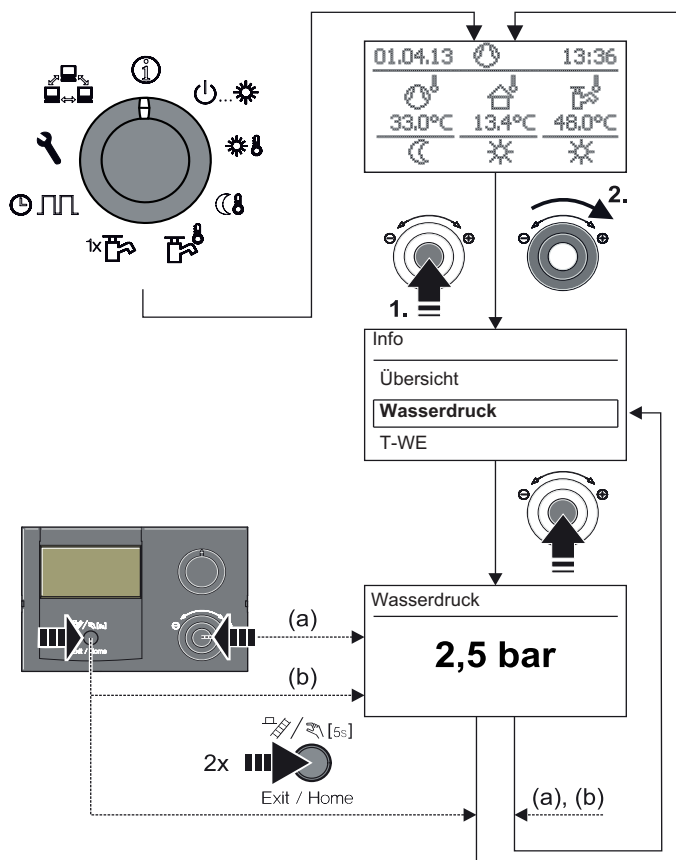

Bild 3-6 Info-Werte anzeigen (Beispiel Anlagendruck)
- ➔ Wert wird angezeigt (Beispiel siehe Bild 3-6).
An der Regelung RoCon HP kann in eingeschaltetem Zustand der Anlagendruck (Wasserdruck) des internen Kreises (direkter Heizkreis) angezeigt werden. Der Wasserdruck ist als erster Info-Parameter nach der Betriebsdatenübersicht verfügbar (siehe Bild 3-6).